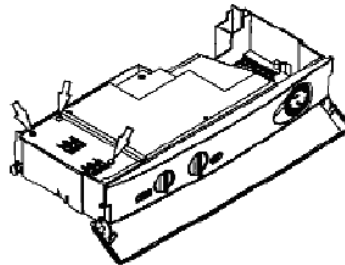

fig. 7.4
- 5 Desapertar os parafusos e remover a tampa que cobre o quadro de bornes fig. 7.4